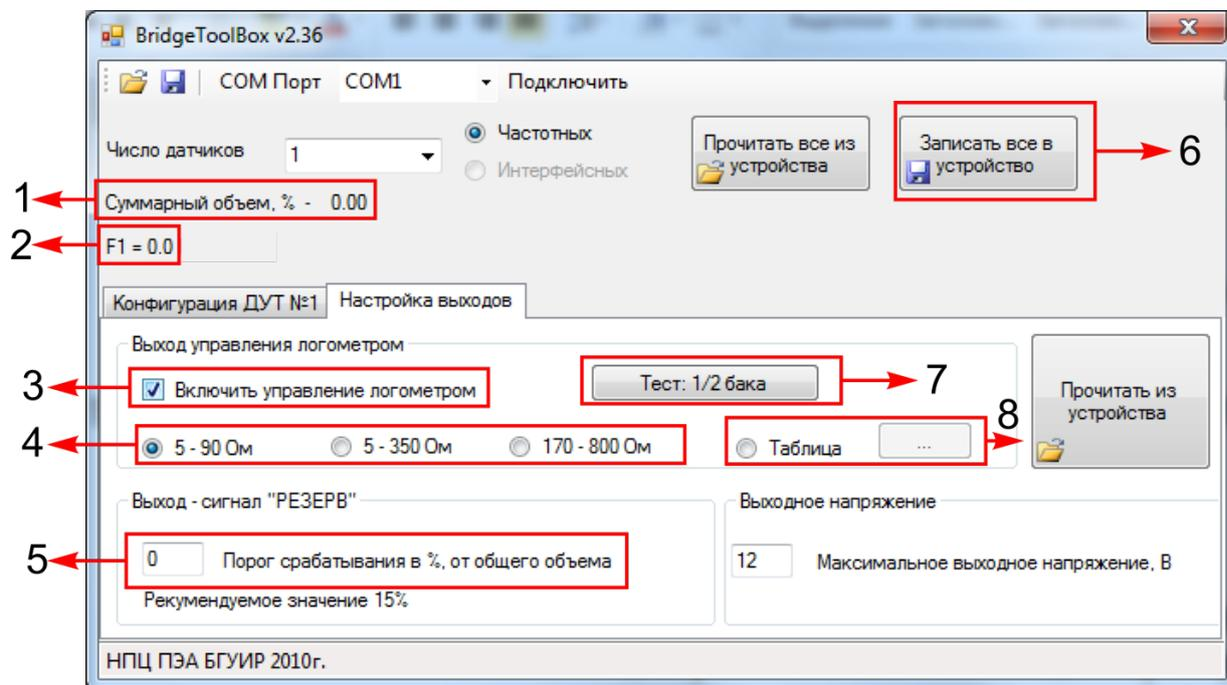
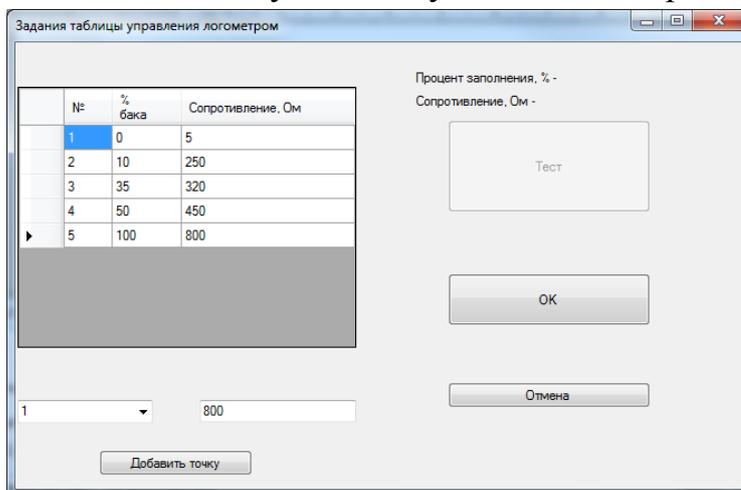

Рисунок 11 – Настройка выходов
Рисунок 12 – Задание таблицы управления логометром
1. Выбрать вкладку программы «Настройка выходов» (рис. 11).
- Установить галочку в поле «Включить управление логометром» (рис.11,3);
- Выбрать необходимый диапазон сопротивления логометра. Для этого установить галочку напротив соответствующего варианта диапазона сопротивления. УС ДУТ поддерживает три диапазона: 5 – 90 Ом, 5 – 350 Ом, 170 – 800 Ом (рис.11,4).
⚠ ВНИМАНИЕ!!! Если диапазон сопротивлений логометра неизвестен, то необходимо определить его экспериментально. Для этого следует выбрать один из приведенных в программе диапазонов и нажать кнопку [Тест: ½ бака] (рис.11,7). Если указательная стрелка измерительного прибора покажет середину шкалы, диапазон выбран правильно. Если нет – повторить операцию, выбрав другой диапазон сопротивлений.
- Диапазон можно задать таблицей, для этого необходимо поставить маркер напротив слова «Таблица» и нажать кнопку [...] (рис.11,8). В появившемся окне (рис. 12) указать процентное заполнение бака топливом и соответствующее ему значение сопротивления.
- Установить в процентах, от общего объема заполнения бака, порог срабатывания сигнала РЕЗЕРВ (рис.11,5).
4. После конфигурирования нажать кнопку [Записать всё в устройство] (рис.11,6).
4. Для частотного УС ДУТ измеряемая частота должна быть в диапазоне 500...1500 Гц (рис. 11,2). Для аналогово УС ДУТ измеряемое напряжение должно быть в диапазоне 0...10 В (рис. 11,2).
5. Объем топлива, отображаемый в окне программы (рис. 11,1) должен соответствовать залитому в бак объему топлива.